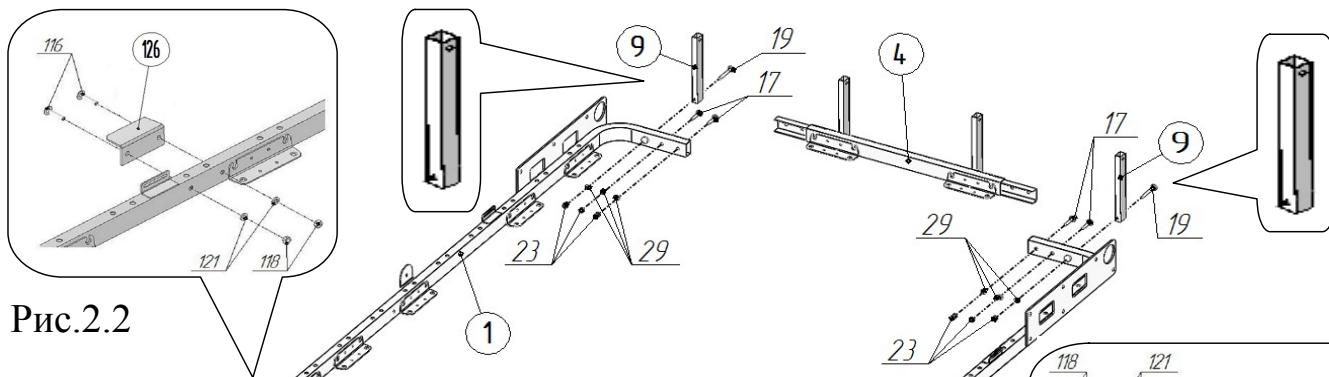

Рис.2.2
2. Присоединить к рамам кровати поз.1, 2 уголки поз.126 (2 места) — рис.2.2 и 2.3, фиксатор в сборе поз.110- справа (рис.2.4), используя винты M6x35 поз.116, гайки M6 со стопорным кольцом поз.118, шайбы Ø6x18 стальные поз.121. В случае, если установка механизмов производится на левой боковине, фиксатор в сборе поз.110 разобрать в соответствии с рисунком 2.6. Перевернуть собачку поз.110Б в зеркальное положение, собрать фиксатор в обратной последовательности (рис.2.5). При сборке строго соблюдать последовательность установки деталей, руководствуясь рисунком 2.5. Закрепить собранный фиксатор поз.110 на раме слева аналогично рис.2.4, но зеркально, а ранее установленные уголки поз.126 (рис.2.2 и рис.2.3) переставить на противоположные стороны рамы. На торец упора поз. 46 установить накладку войлочную поз.33 в соответствии с рисунком 1.2.1. Разместить её так, чтобы в сложенном состоянии кровати накладка попала на уголок поз.126 (рис.2.2).